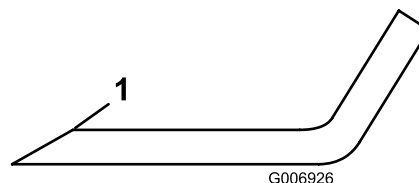

Figura 73
3. Controllate i taglienti di tutte le lame, e affilatele se fossero ottusi o scheggiati. Affilate soltanto la parte superiore del tagliente e mantenete l'angolo di taglio originale per garantire l'affilatezza (Figura 73). La lama rimane bilanciata soltanto se viene rimossa una quantità uguale di metallo da entrambi i taglienti.